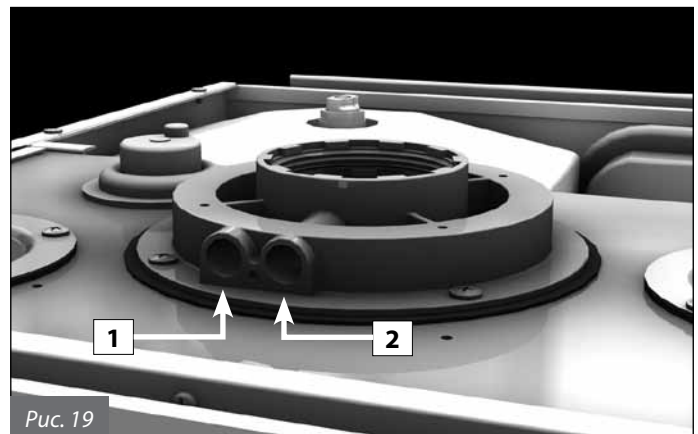

Рис. 19
На патрубке размещены отверстия для забора проб воздуха поступающего на горение и дымовых газов (рис. 19).
- замер температуры воздуха поступающего на горение через соответствующее отверстие **1** (рис. 19).
- замер температуры и содержания  $CO_2$  в дымовых газах через соответствующее отверстие **2** (рис. 19).